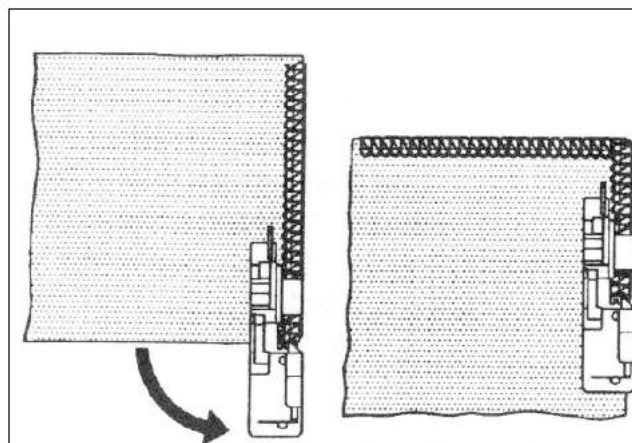

Fig. 1
3. Ruotare il tessuto, abbassare il piedino pressore e cominciare a cucire nella nuova direzione. Fig. 1